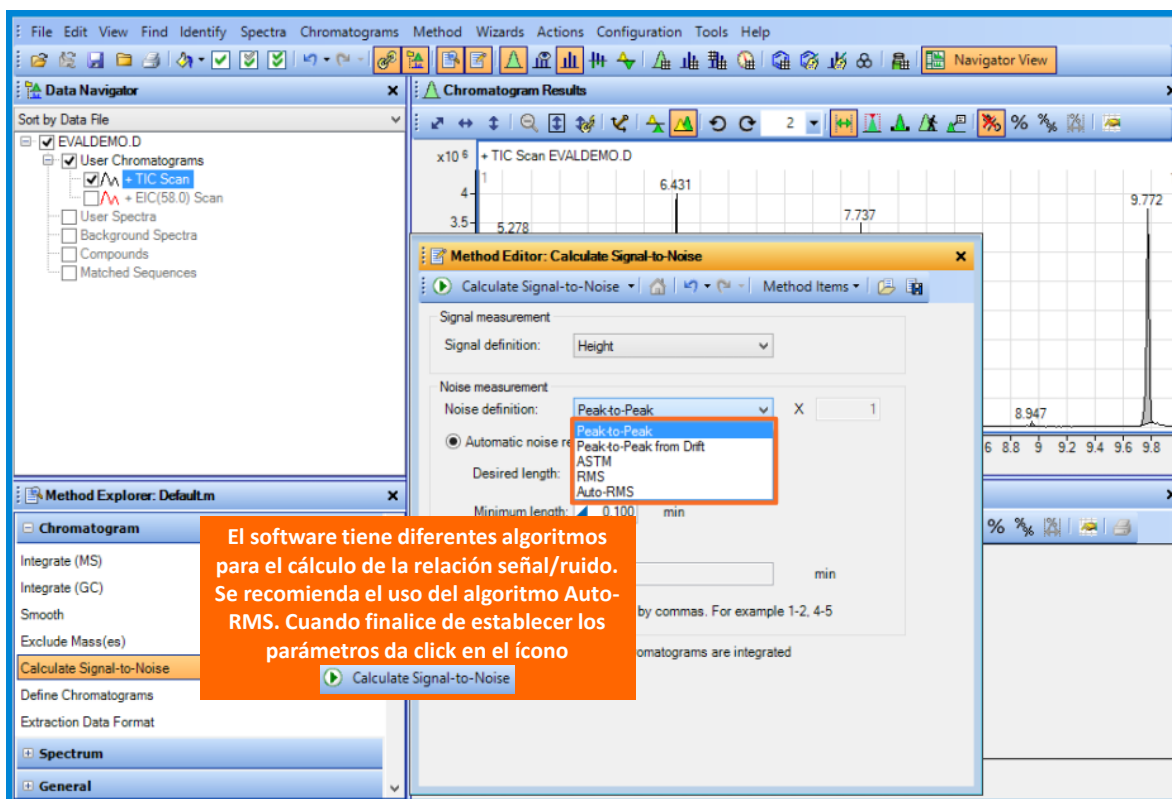

Figura 52. Cálculo de la relación señal/ruido.
8.9.10. Cálculo de la relación señal/ruido. El procedimiento para calcular la relación señal/ruido o *Signal to noise* (S/N) puede ser realizado desde el panel de **Method Explorer**. Desde el campo **Chromatogram**, seleccione la opción **Calculate Signal-to-Noise**. En seguida, se abrirá la caja de diálogo del **Method Editor**. En el campo **Signal definition** seleccione **Height**. En el campo de **Noise definition** seleccionar **ASTM** o **Auto-RSM**. Se recomienda utilizar la opción **Auto-RMS** para el cálculo de S/N. Dar *click* en la opción **Automatic noise region detection**. En el campo **Desired length** ingresar el valor de 0,1 min. Véase Figura 52.